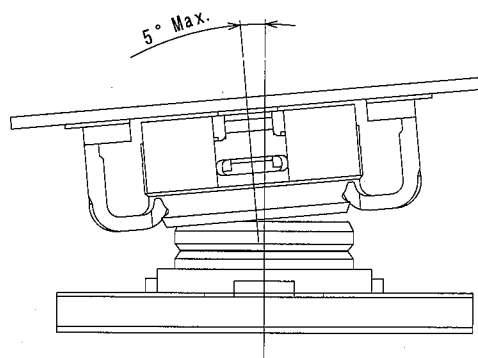

図5 (Fig.-5)
- ・プラグコネクタ挿入時、挿入許容角度は 5° Max.です。(図5)